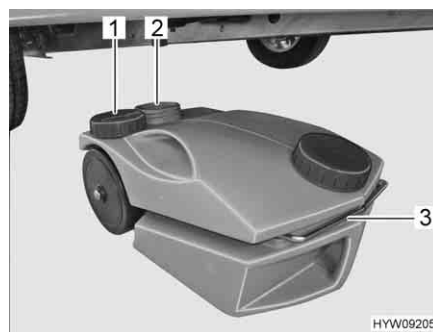

Fig. 123 Serbatoio delle acque grigie (mobile)
- Chiudere l'apertura del serbatoio delle acque grigie (Fig. 123,2) con il coperchio (Fig. 123,1).
- Estrarre il serbatoio delle acque grigie tramite la maniglia (Fig. 123,3).
- Sfilare completamente la maniglia (Fig. 123,3) e posizionare il serbatoio delle acque grigie.